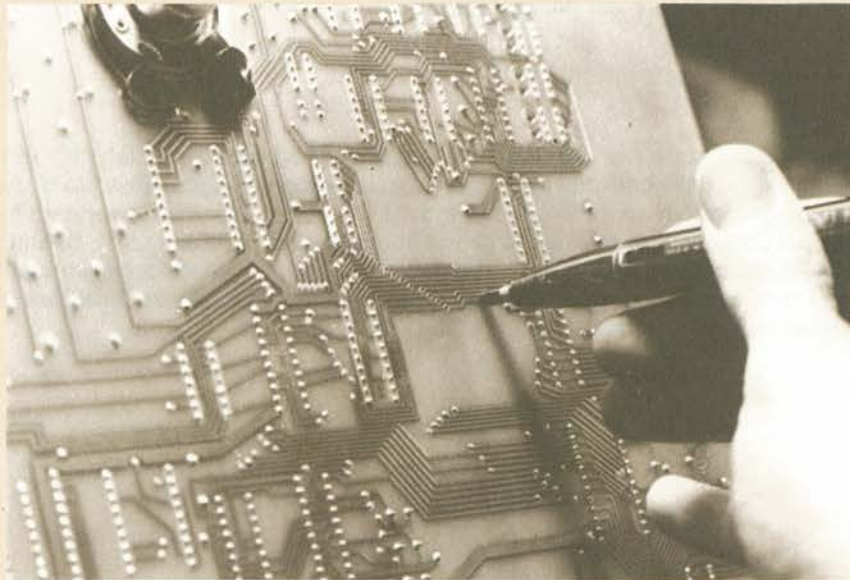

Figura 16-16. Come seguire la corrente sul retro della scheda servendosi del rivelatore di corrente
- E) Adesso, senza modificare la sensibilità, seguite sulla scheda questa corrente. Controllate le due direzioni (sinistra e destra) della pista D0 per vedere in quale direzione la corrente si muove. Notate che non sembra vada da nessuna parte. Dal momento che la corrente non può scomparire, è lecito supporre che sia finita tutta sull'altro lato della scheda. Tirate in modo deciso la manopola nera posta a metà del bordo destro della scheda, in modo da sbloccare la scheda stessa. Ruotate la scheda attorno alle cerniere e controllate la corrente sul lato inferiore della piastra vicino al foro di prova D0 (Figura 16-16). Ora dovrete essere in grado di seguire la corrente lungo la pista fino a IC5-14. Potete in effetti seguire la corrente proprio fino a tale piedino.